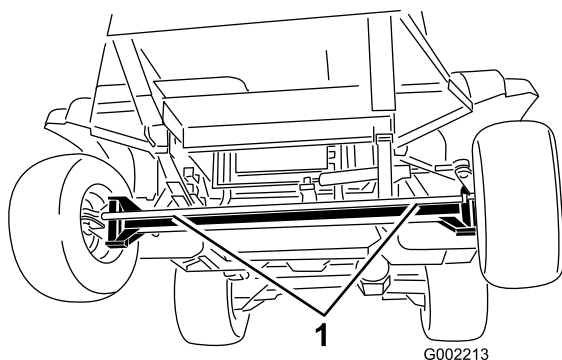
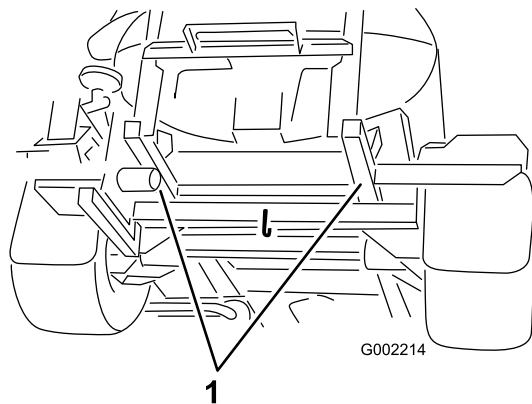

図 61
図 62
4. 牽引ロープを取り付ける車両前後のロープ掛けポイントについては 図 61 と 図 62を参照。